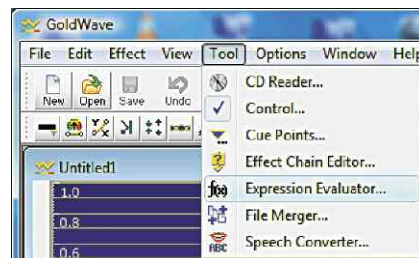

Рис. 3
2. Открываем инструменты и выбираем режим *Tool/Expression Evaluator* (рис. 3) или на панели инструментов нажимаем на кнопку  $f(x)$ .